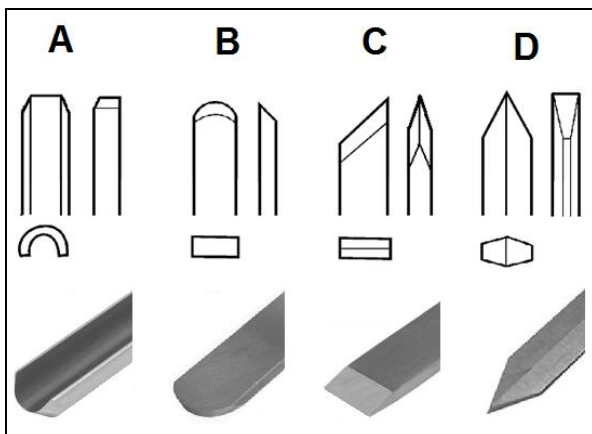
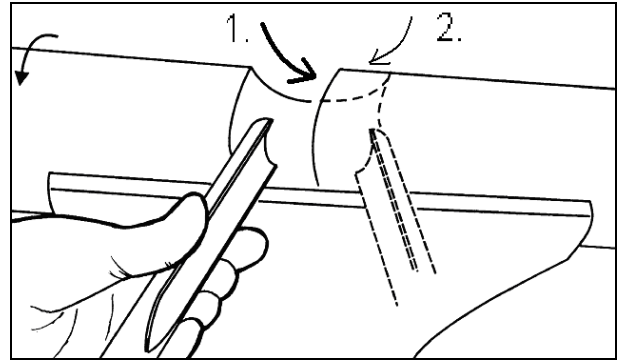
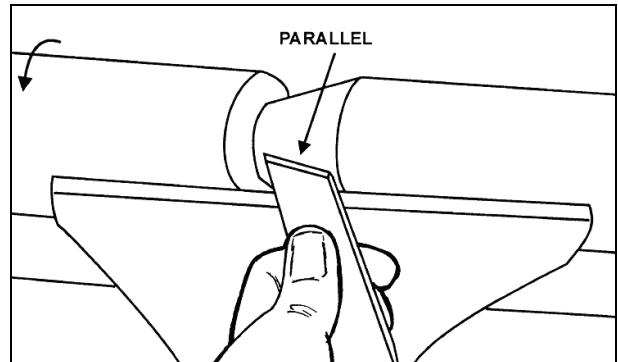

Fig. 16
Fig. 17
Fig. 18
**La gouge (A, Fig. 16).** Outil le plus important, il sert au dégrossissage, au creusage des bols et assiettes et au tournage de rétrécissements (Fig.17).
**Le racloir (B, Fig. 16).** Sert au calibrage intérieur et extérieur et à l'élimination des stries d'usinage.
**Le Biseau (C, Fig. 16).** Sert au tournage de rainures en V et au calibrage extérieur. Tenir le tranchant parallèlement au sens de la coupe (Fig. 18).
**Le tronçoir (D, Fig. 16).** Sert au travail direct dans la pièce d'œuvre, par ex. pour détalonner et pour délimiter. Il peut aussi servir de racloir.